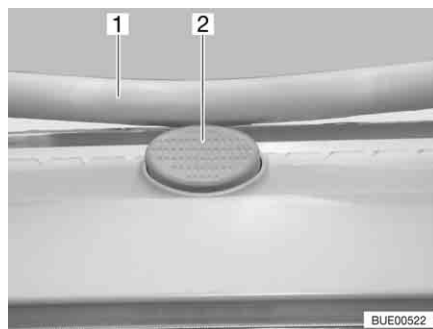

Fig. 63 Bottone di sicurezza sull'oblò Heki
- Premere il bottone di sicurezza (Fig. 63,2) e tirare verso il basso la staffa (Fig. 63,1) con entrambe le mani.
- Premere la staffa verso l'alto con ambedue le mani, finché la staffa non poggia al di sopra del bottone di sicurezza (Fig. 63,2).